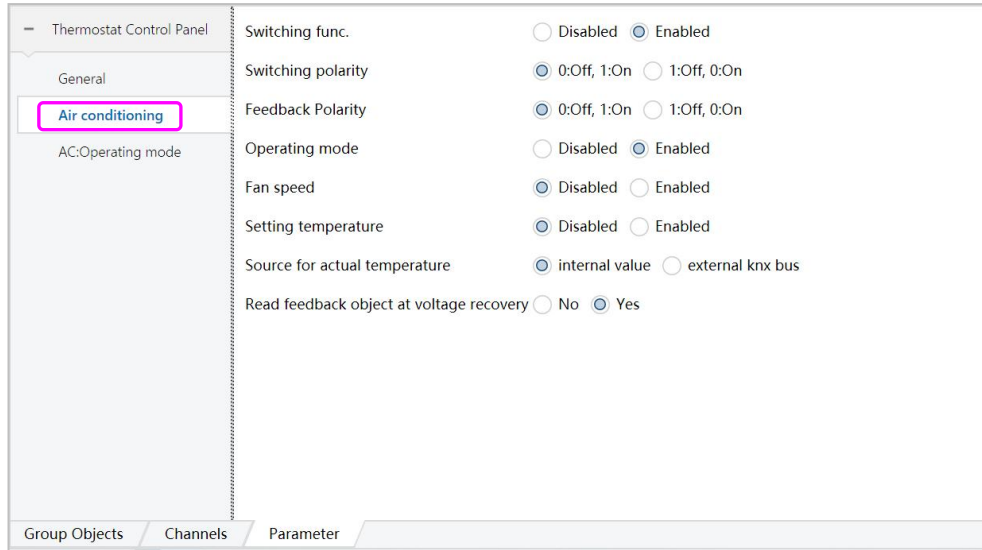

图 6.2.3
① “Switching polarity” 表示开关极性，可选项：0:off,1:on (发出数值 0 是关，1 是开)、1:off,0:on (发出数值 1 是关，0 是开)。
② “Feedback polarity” 表示反馈极性，可选项：0:off,1:on (反馈数值 0 是关，1 是开)、1:off,0:on (反馈数值 1 是关，0 是开)。
2) Operating mode 表示运行模式，选择 “Enabled” 时，出现如图 6.2.3，出现如图红色方框内的选项